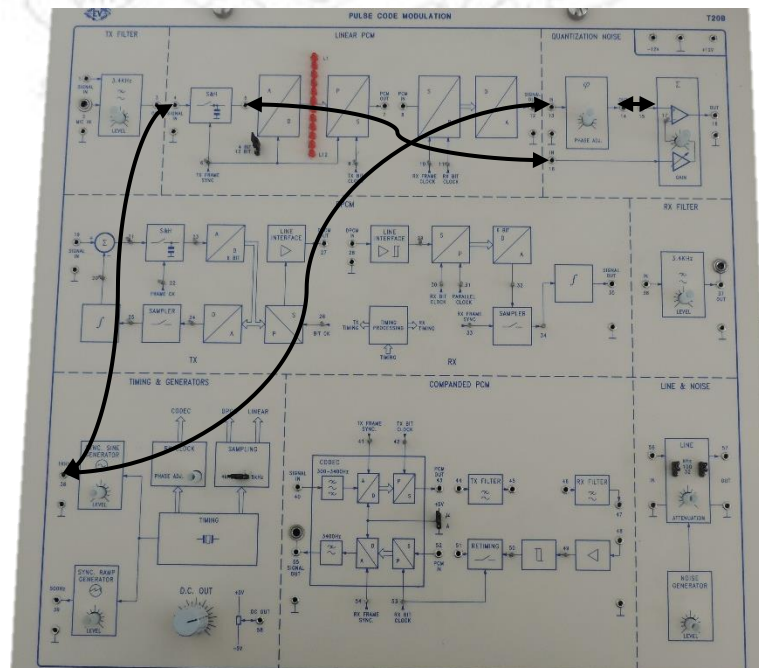

Figura 3.3 Diagrama de conexiones en el módulo T20-B.
3. Con ayuda del osciloscopio tomar del Generador de Onda Senoidal (Sync. Sine Generator) (TP38) una señal de 5 Vpp de amplitud y conectarla por un lado a la entrada del muestreador/retenedor (TP4) localizado en la sección LINEAR PCM y por otro a la entrada del ajuste de fase (Phase Adj) (TP13) en la sección QUANTIZATION NOISE. Conectar la salida del ajuste de fase (Phase Adj) (TP14) a TP15 y conectar la señal PAM (TP5) a TP16 (Figura 3.3).